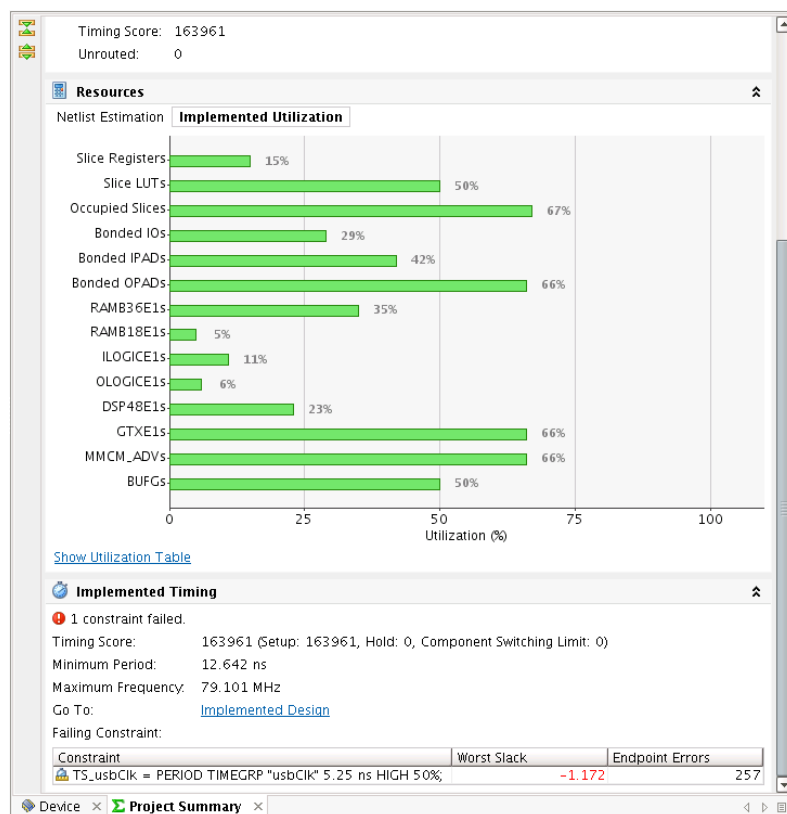

図 8 : [Project Summary] ビュー
- 2-2-2. インプリメンテーション結果が読み込まれると、[Project Summary] ビューにサマリが表示されます。[Project Summary] タブをクリックし、一番下までスクロール ダウンし、[Implemented Timing] サマリを確認します (図 8)。タイミング スコアは 0 ではありません。これは、デザインにタイミング エラーがあったことを意味します。サマリには、エラーのあったタイミング制約もリストされます。